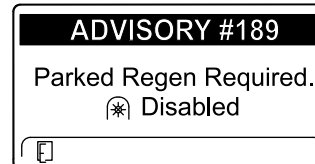

Figure 67
- Si vous n'effectuez pas de régénération en stationnement dans les 2 heures, l'InfoCenter affiche qu'une régénération en stationnement est nécessaire – prise de force désactivée AVIS N° 189 (Figure 67).